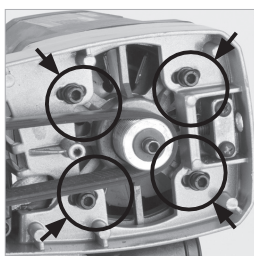

Fig. 47
- Dévissez les quatre (4) vis à tête creuse qui fixent le moteur en place (**Fig. 47**)